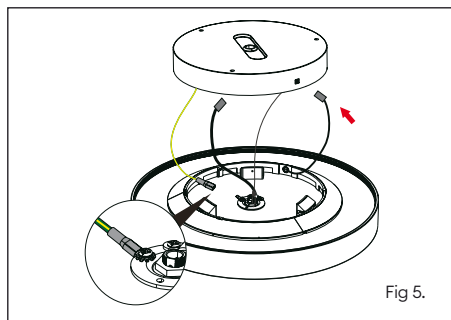

Fig 5.
9. Fit main LED section by pushing onto the base section and rotating anti-clockwise (until clicking into place), taking care to ensure the cables are tidied away inside the base section. (fig 5).
9. Installez la LED en l'appliquant à la base et en la faisant tourner dans le sens inverse des aiguilles d'une montre (jusqu'à sa mise en place) ; veillez à ce que les fils soient bien rangés à l'intérieur de la base (fig. 5).